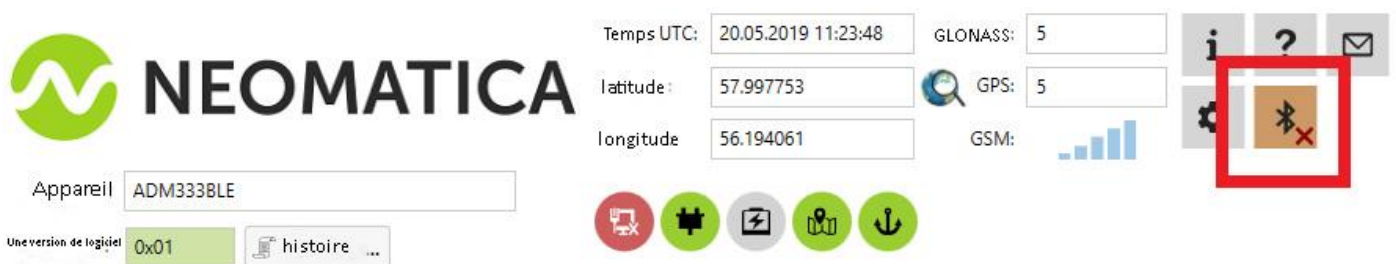

Figure 6 - Configurateur ADM: bouton Désactiver le périphérique
- 7) après avoir terminé la configuration ou, si nécessaire, connectez un autre traqueur dans le coin supérieur droit du programme de configuration, cliquez sur «déconnecter l'appareil». Le configurateur entrera en mode veille pour la connexion de l'appareil, comme illustré à la Figure 6.